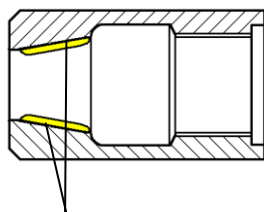

図7-3 グリス (厚さ 2~3mm)
(1) 分解・組立方法は、P. 12 7-2の要領で行って下さい。
(2) 組み付ける前にジョーケースの内側(ジョーと接する面)にグリスを十分に塗布して組み付けてください。(図7-3参照)